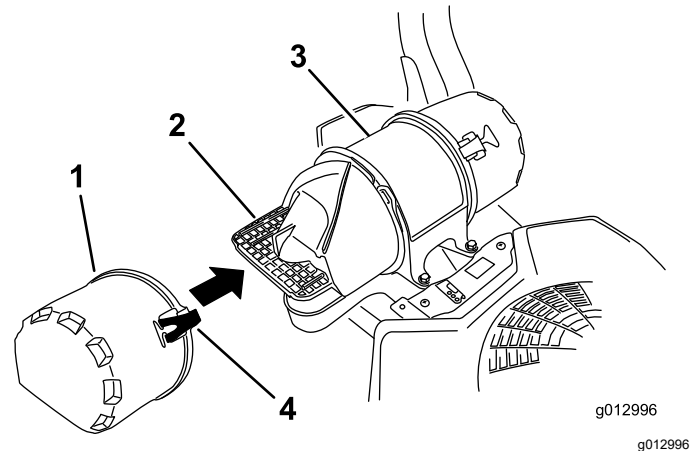

Figure 56
3. Abra los cierres del limpiador de aire y tire de la tapa de la entrada de aire para separarla del cuerpo del limpiador de aire (Figure 56).
5. Instale la tapa de la entrada de aire y sujétela con los enganches (Figure 56).